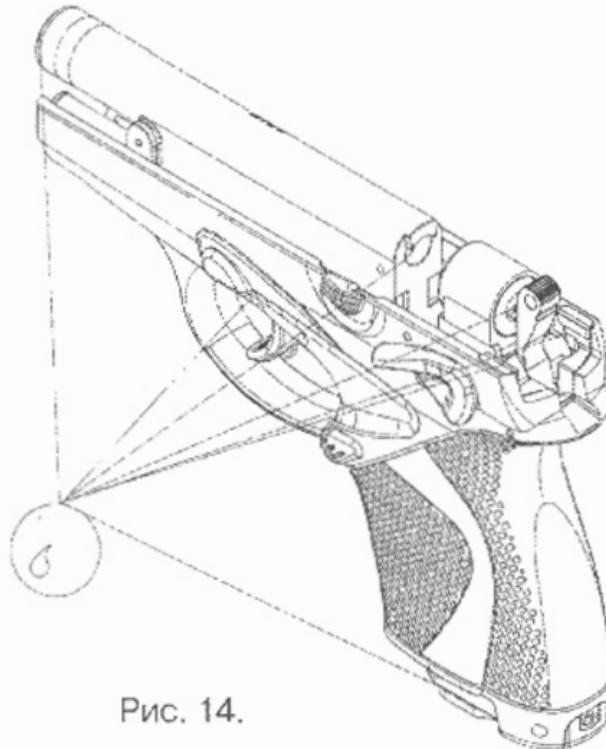

Рис. 14.
- после каждой стрельбы из пистолета рекомендуется производить чистку и смазку канала ствола жидким ружейным маслом при помощи шомполя и ветоши; смазать места взаимодействия ствола с опорой (см. рис. 14, стр. 22), залив 2-3 капли масла;